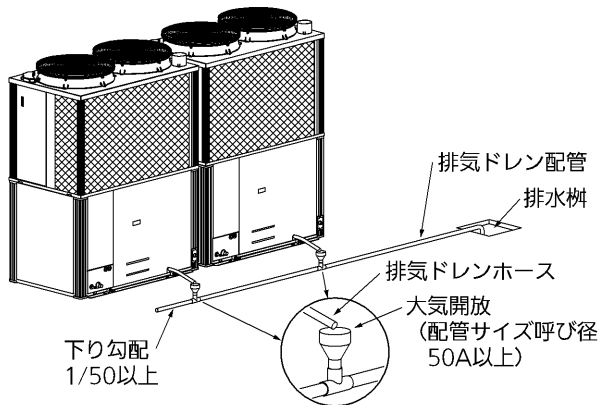

図13：排気ドレンを排水樹に接続する場合
- 室外ユニットの排気ドレンをふたのある排水桝、溝等に接続する場合や、同一箇所に排出する場合は、図13のように排気ドレン中の排気ガスを大気へ放出する配管仕様にしてください。（受側配管の口径は、呼び径50A以上としてください。）排気ガスが建物内、室内外ユニットに流入し、中毒や機器腐食などの原因になります。
- ドレン配管は1/50以上の下り勾配とし、口径を縮管しないでください（図13,14）。また、配管の途中にトラップや山越えを作らないようにしてください。